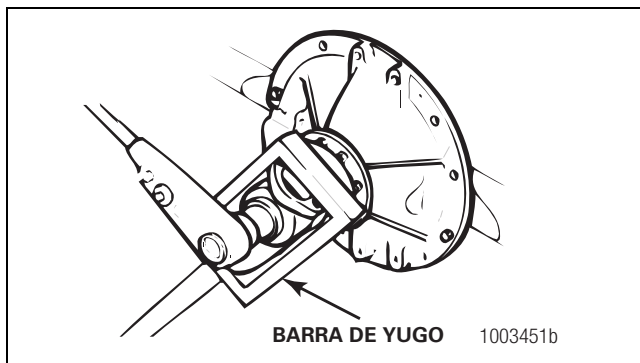

Figura 3.6
2. Sujete una barra de brida a la brida o coloque una barra de yugo sobre el yugo de impulsión o de salida a fin de sujetar el yugo o brida mientras retira la tuerca del piñón de mando. Figura 3.6. Consulte la Sección 10 para hacer una barra de yugo.